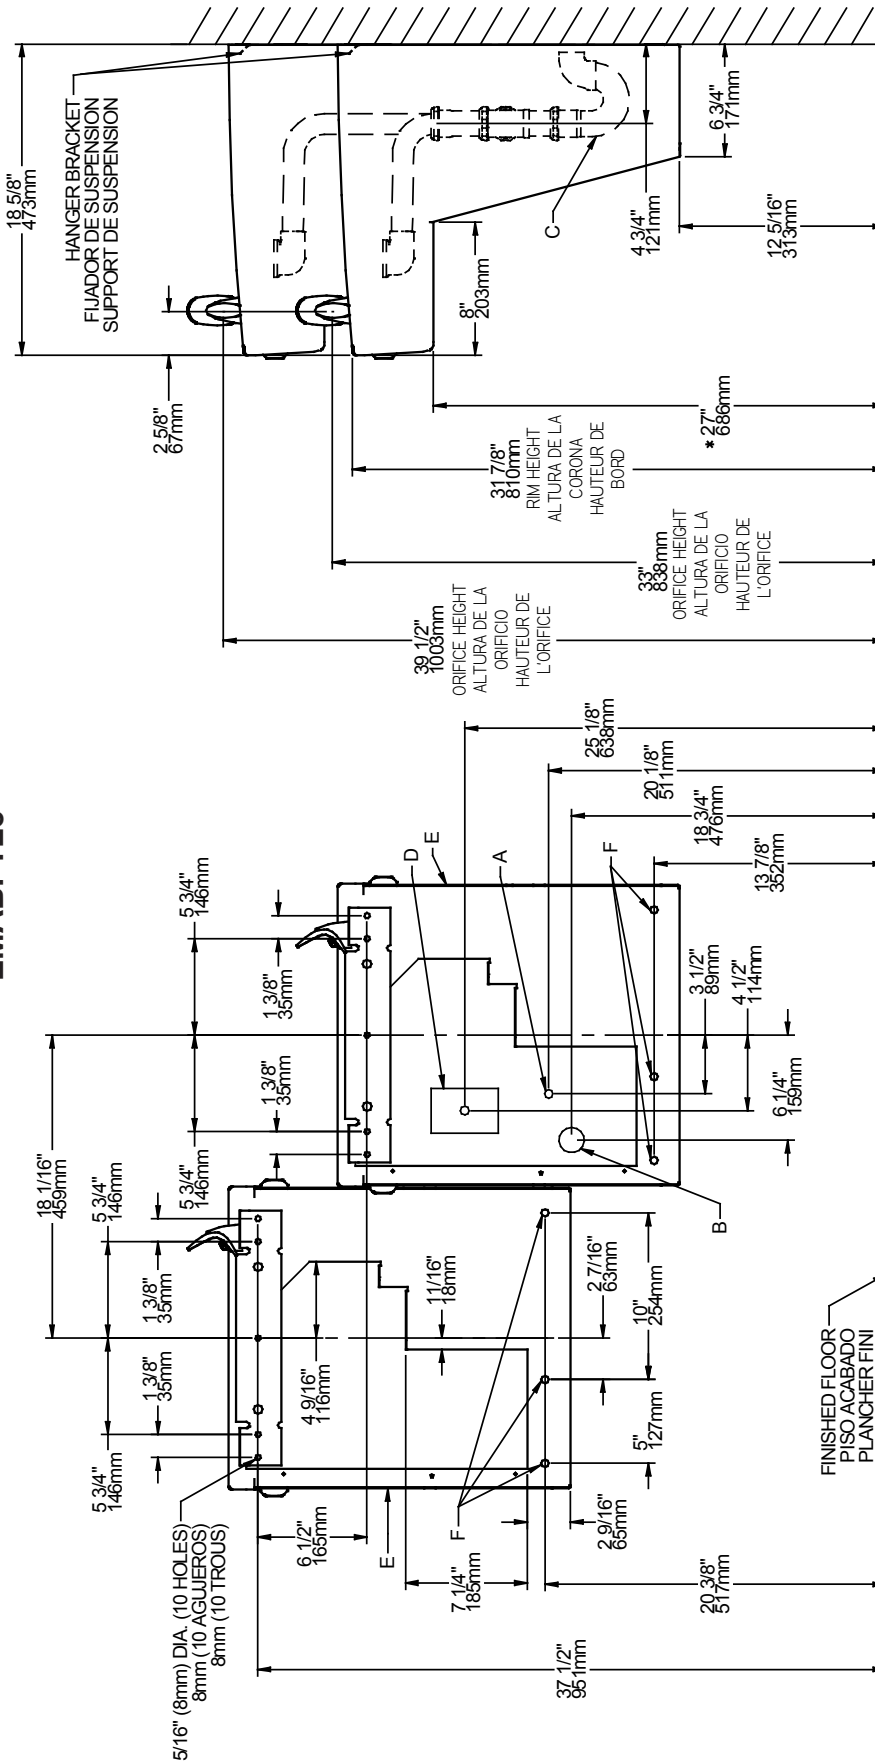

FIG. 2
- 1) Remove hanger bracket fastened to back of cooler by removing one (1) screw.
- 2) Mount the hanger bracket and trap as shown in Figure 2.
- 1) Quite el fijador de suspensión sujetados a la parte posterior del enfriador quitando un (1) tornillo.
- 2) Monte el fijador de suspensión y quite el purgador como se muestra en la Fig. 2.